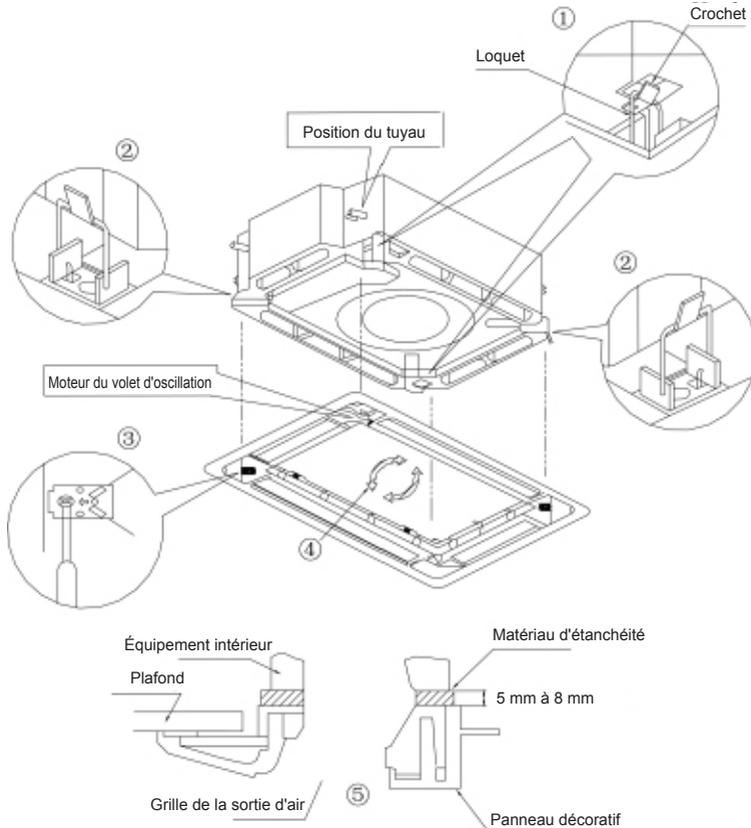

Fig. 2.13
- (1) Placez le panneau sur le corps de l'équipement intérieur en faisant coïncider la position du moteur du volet oscillant du panneau avec la position du tuyau de l'équipement intérieur, comme indiqué dans la Fig. 2.13.
- (2) Installation du panneau.
- ① Installez temporairement le panneau sur l'équipement intérieur. Une fois installé, accrochez le loquet sur le crochet qui est situé du côté opposé du volet oscillant, sur le panneau de l'équipement intérieur. (2 positions)
- ② Accrochez les deux loquets restants aux crochets latéraux de l'équipement intérieur. (Veillez à ce que le câble du moteur d'oscillation ne soit pas emprisonné dans le matériau d'étanchéité.)
- ③ Vissez les 4 vis à tête hexagonale sous les loquets sur environ 15 mm. (Le panneau se soulève alors)
- ④ Réglez le panneau en le tournant vers la direction indiquée par la flèche, comme indiqué dans la Fig. 2.13, de sorte que la plaque réglée entre en contact correctement avec le plafond.
- ⑤ Serrez les vis jusqu'à ce que l'épaisseur du matériau d'étanchéité entre le panneau et l'équipement intérieur soit réduite à 5-8 mm.